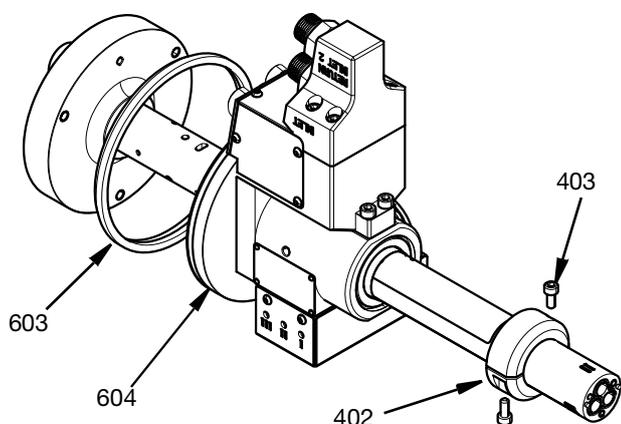

FIG. 25
5. Вставьте уплотнительное кольцо (603) в канавку снаружи корпуса подшипника (604). Наденьте собранный узел на центральный корпус (101) и убедитесь, что лицевая сторона корпуса подшипника плотно прилегает к лицевой стороне центрального корпуса. Наденьте стопорное кольцо (401) на центральный корпус и затяните два винта М5 (403). Момент затяжки: 6,5 Н•м (57,5 дюймофунтов). См. FIG. 25.